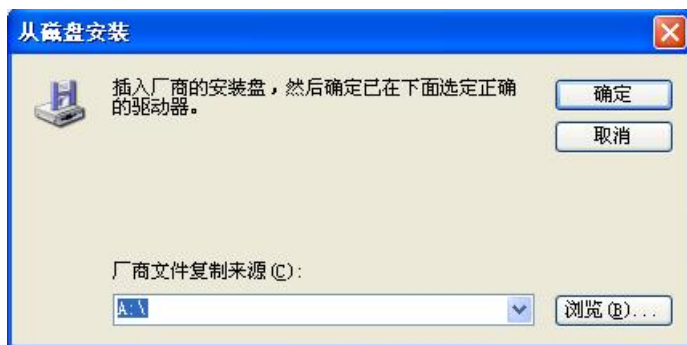
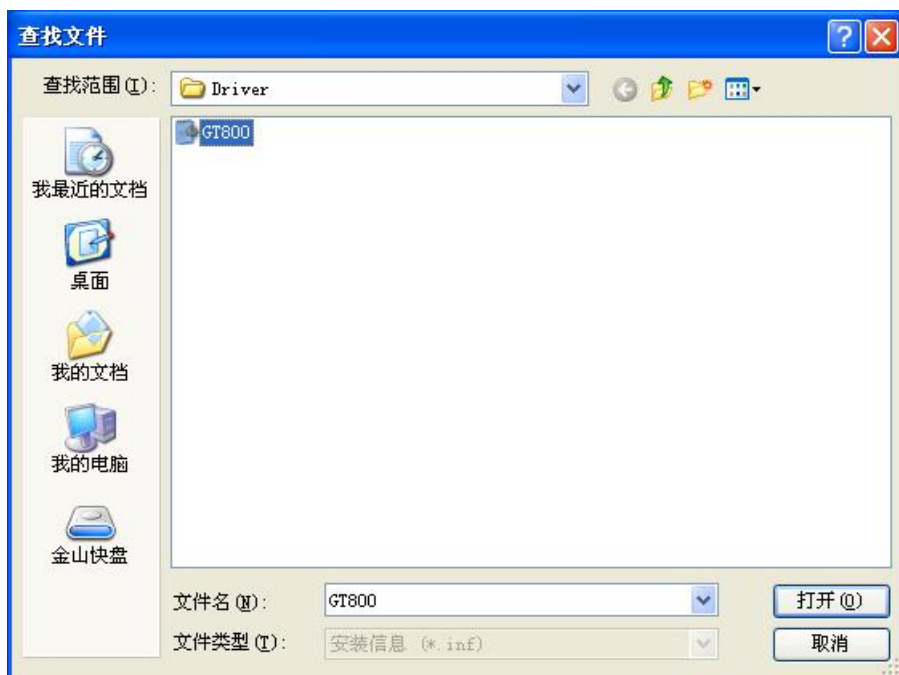

图 2-5 运动控制器驱动程序安装界面 5
图 2-6 运动控制器驱动程序安装界面 6
(6) 如图2-5所示点击“浏览(B)...”，选择驱动所在的路径D:\driver如图2-6所示。